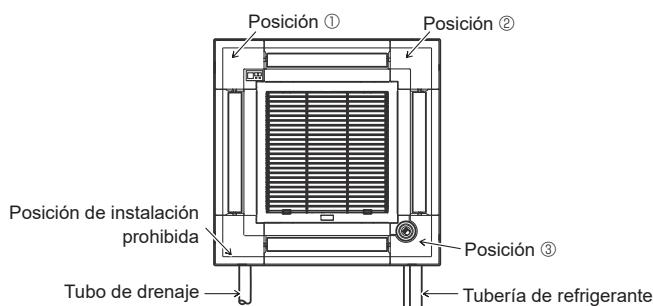

Fig. 9-11
Compruebe que los cables no queden atrapados en la cubierta de la caja eléctrica. Instale el panel angular del receptor de señales al panel y sujételo con el tornillo. El panel angular del receptor de señales no puede instalarse en el lateral del tubo de drenaje de la unidad principal. (Consulte la Fig. 9-11)
- El panel angular del i-see Sensor debería fijarse en la rejilla ① con el tornillo ③.
* Si la posición del i-see Sensor se ha cambiado de la posición por defecto (posición ③) a la otra posición, cambie la configuración de funciones. (Consulte la página 12 y la Fig. 9-11)
- El panel angular del i-see Sensor no puede instalarse en el lateral del tubo de drenaje de la unidad principal. (Consulte la Fig. 9-11)